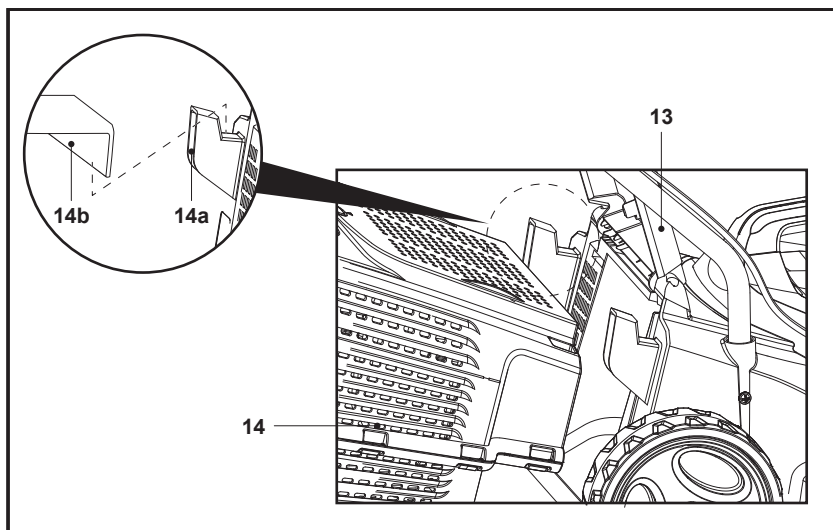

Fig. 6
2. Ouvrir le déflecteur (13) et le maintenir dans cette position.
3. Aligner les supports (14b) sur les crochets (14a) pour monter le bac de ramassage (14) sur la tondeuse à gazon (Fig. 6).